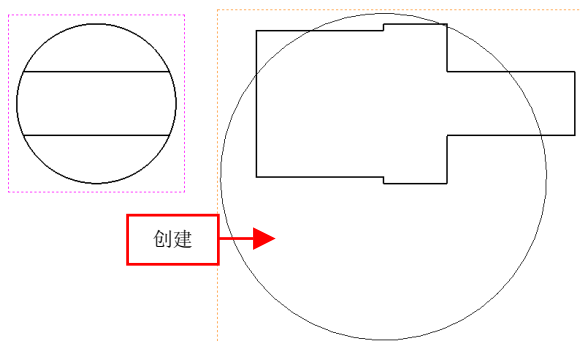

图 11-36 创建圆对象
(2) 在【草图】选项卡中，单击【圆】按钮，在合适位置创建圆，如图 11-36 所示。